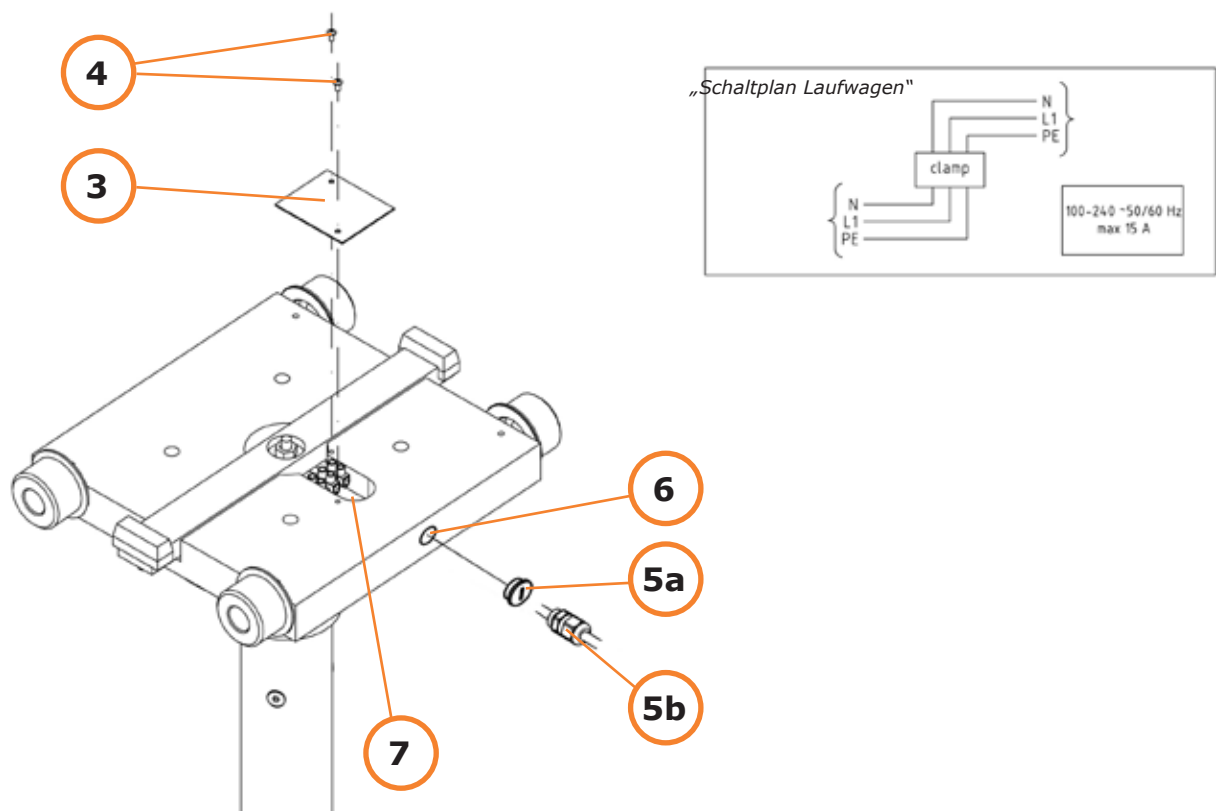

Abb. 5
- 4.2.2 Entfernen Sie die kleine Kunststoffplatte (3/Abb. 5) an der Oberseite des Laufwagens durch Entfernen der Schrauben (4/Abb. 5).
Bewahren Sie die kleine Kunststoffplatte (3/Abb. 5) und die Schrauben (4/Abb. 5) zur späteren Wiederverwendung an einem sicheren Ort auf.
- 4.2.3 Entfernen Sie die Kunststoffkappe vom Laufwagen (5a/Abb. 5), die vom Laufwagen aus zum Kabelaufroller zeigt, mit einem Schraubendreher.
- 4.2.5 Drücken Sie das Kabel durch die Öffnung (6/Abb. 5) zur Anschlussklemme am Laufwagen und schließen Sie die elektrischen Verbindungen gemäß „Schaltplan Laufwagen“ an (Abb. 5).
- 4.2.6 Sichern Sie das Kabel mit der in den Laufwagen eingeschraubten Zugentlastung (7/Abb. 5).
- 4.2.8 Ziehen Sie die Entlastungskappe (5b/Abb. 5) an dem vom Kabelaufroller zum Laufwagen führenden Kabel fest.
- 4.2.9 Bringen Sie die kleine Kunststoffplatte (3/Abb. 5) mit den Schrauben wieder an der Oberseite des Laufwagens an (4/Abb. 5).